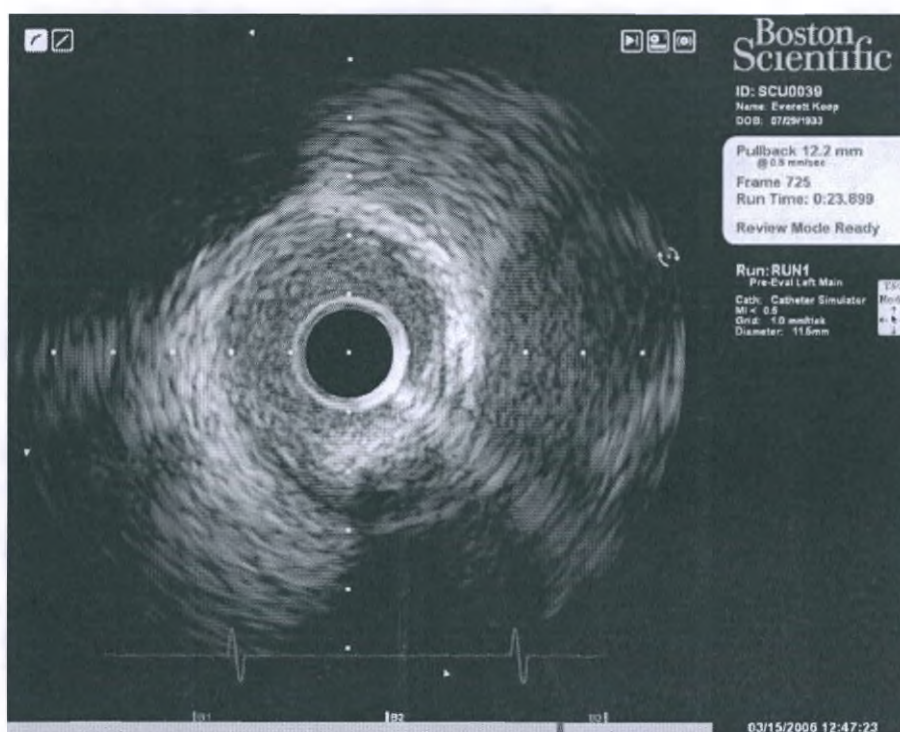

Рисунок 2-51. Используйте указатель над точкой деления для вращения изображения при помощи тач-пада.
- 1 Используйте тач-пад для перемещения указателя на графическом дисплее через любую из четырех небольших точек деления, расположенных по внешней стороне изображения поперечного вида. Указатель превратится в круговой значок, обозначающий, что он находится над точкой деления изображения. См. рисунок 2-51.